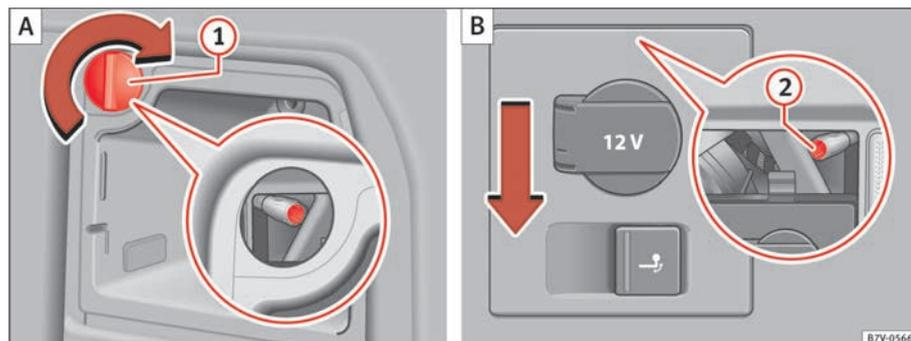

Abb. 221 Seitlich im Gepäckraum: Rückleuchte links und rechts ausbauen. ① Abdeckkappe abziehen, ② Befestigungsschraube.
4.	Abdeckkappe ⇒ Abb. 221 ① um 90° in Pfeilrichtung drehen und abziehen.
5.	Befestigungsschraube ⇒ Abb. 221 ② mit dem Schraubendreher aus dem Bordwerkzeug herausdrehen ⇒ Seite 367. Die Schraube bleibt gesichert in ihrer Position.